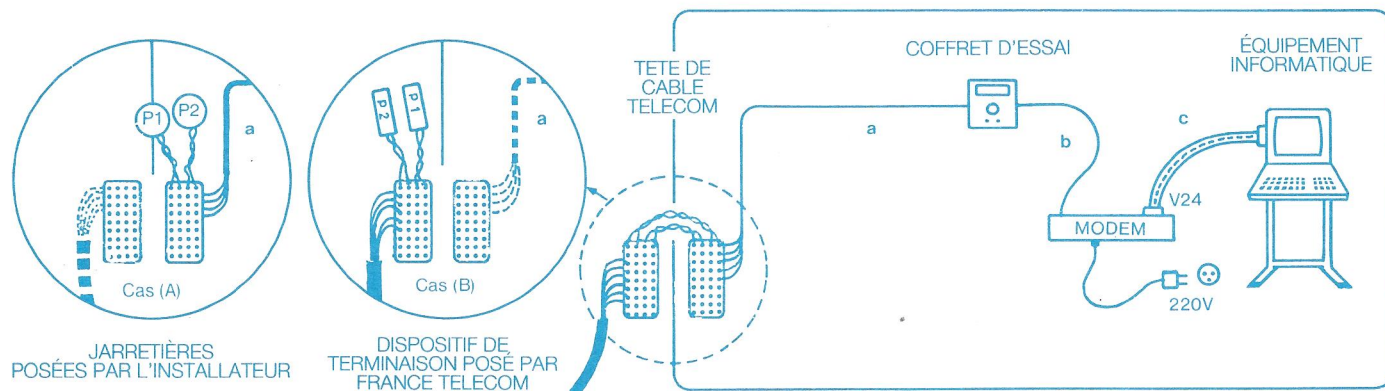

FIG. 1 - SCHÉMA DE L'INSTALLATION INTÉRIÈRE À RÉALISER PAR L'ABONNÉ
La liaison d'accès doit être réalisée, soit en 2 fils soit en 4 fils. Le nombre de fils est indiqué dans les courriers décrits en paragraphe C. Les liaisons à réaliser sont indiquées sur la fig. 1 ci-dessus.
VOUS DEVEZ FAIRE RÉALISER L'INSTALLATION DÉCRITE PAR LA FIG. 1 PAR UN INSTALLATEUR AGRÉÉ PAR FRANCE TELECOM, DANS LES DÉLAIS PRÉCISÉS AU PARAGRAPHE C.
4. Au niveau de la tête de câble (Fig. 1.).